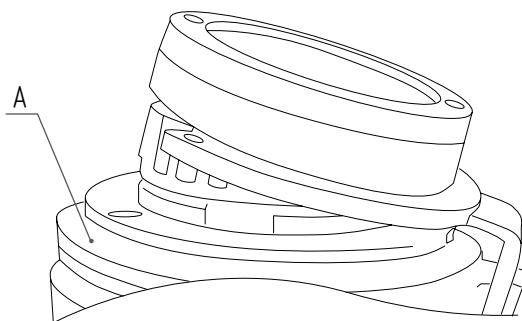

Рис. 5
2. Приподнимите фланец включения блокировки **А** для того, чтобы установить пневматический привод в сборе **[2]** (**Рис. 5**).